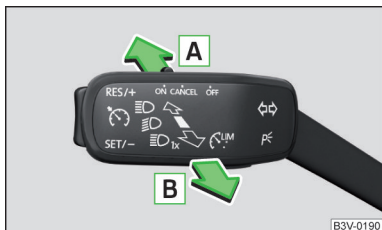

Fig. 51
- Pentru **activarea** sistemului, apăsați maneta în poziția de revenire **A** » fig. 51, pe afișajul tabloului de instrumente se aprinde lampa de control
- Pentru **dezactivarea** fazei lungi activate automat, apăsați maneta în poziția de revenire **B** » fig. 51, lampa de control se stinge.
- Pentru **activarea manuală** a fazei lungi, apăsați maneta în poziția de revenire **A** » fig. 51, lampa de control se stinge.